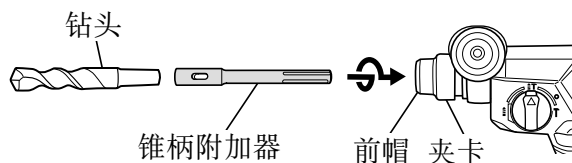
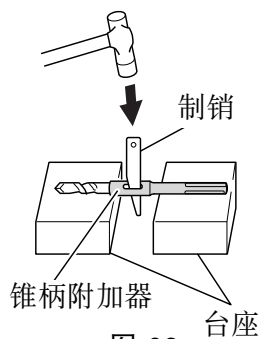

图 31
图 32
(图 31)
- (2) 把钻头（锥柄）安装在锥柄附加器上。(图 31)
- (3) 接通开关，按预定深度钻开一个孔口。
- (4) 拆卸钻头时，可将制销插入锥柄附加器的缝隙，把钻头放在台座上，用锥子敲打制销头部。(图 32)